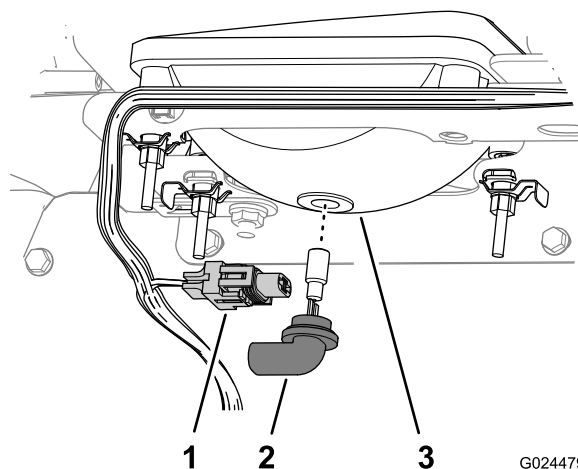

Figura 58
3. Desconecte el conector eléctrico del arnés de cables del conector de la lámpara, en la parte trasera de la carcasa del faro (Figura 58).
4. Retire el conjunto de la lámpara girándola 1/4 de vuelta en sentido antihorario y desplazándola hacia atrás (Figura 58).
5. Instale el conjunto de lámpara nueva y la carcasa del faro y alinee las pestañas del conjunto de la lámpara con las ranuras de la carcasa del faro (Figura 58).
6. Sujete el conjunto de la lámpara girándola 1/4 de vuelta en sentido antihorario (Figura 58).
7. Conecte el conector eléctrico del arnés de cables al conector del conjunto de la lámpara nueva (Figura 58).